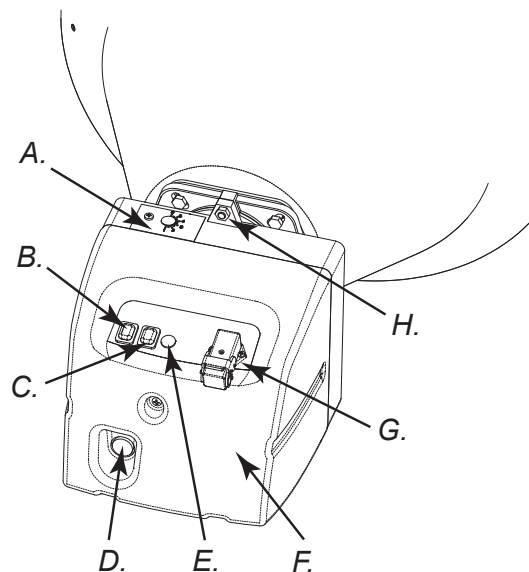
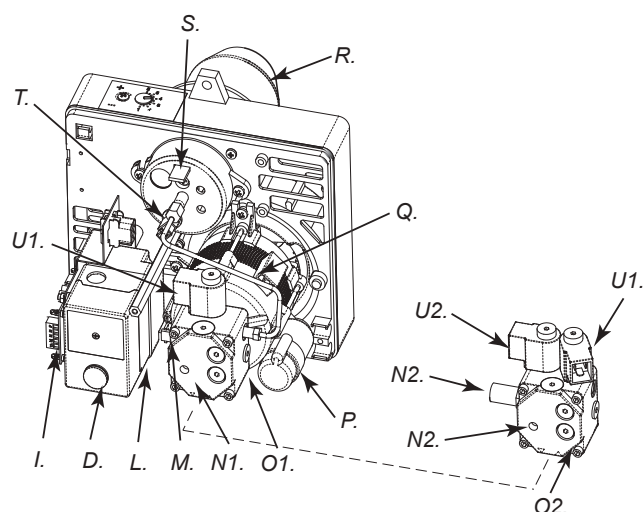

Rysunek 3
Rysunek 4
1. Upewnić się, czy w zbiorniku (N na Rys. 4) jest paliwo.
OUWAGA: Przed przystąpieniem do podnoszenia lub przemieszczania nagrzewnicy należy sprawdzić, czy zakrętki zbiornika paliwa (F i H na Rys. 3) są mocno dokręcone.
Promiennik można z łatwością przesuwac i ustawić w pozycji podniesionej dzięki mechanizmowi śrub oczkowych (B Rys. 3 lub Rys. 7). Dzięki temu jest możliwe dopasowanie najlepszej pozycji do ocieplania, odmrażania i osuszania.
Posiadana nagrzewnica może być wyposażona w obrotowe tylne kółko (G na Rys. 3). W takim przypadku, - jeśli pozwala na to materiał, którym wyłożona jest podłoga - nagrzewnicę można przemieścić, popychając ją podobnie jak wózek. Jeśli nagrzewnica nie jest wyposażona w obrotowe tylne kółko, należy odblokować zawias (P na Rys. 4), umieszczony na jednym z bocznych wsporników nagrzewnicy. Przeszawić uchwyty z położenia spoczynkowego (Rys. 8) w położenie transportowe (Rys. 9). Unieść nagrzewnicę, tak aby spoczywała jedynie na dwóch przednich kółkach i przemieścić ją w żądane miejsce.
- Wykręcić śrubę (H na Rys. 5) mocującą palnik (A na Rys. 3) w komorze spalania.
- Wyciągnąć palnik z komory spalania (Rys. 3).